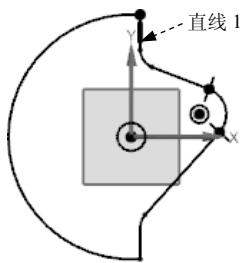
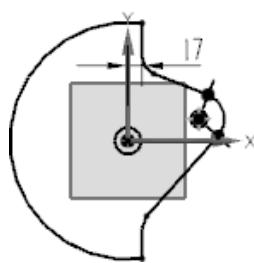

图 5.12.7 添加标注参考
图 5.12.8 标注水平尺寸
(1) 标注水平尺寸。选择下拉菜单 $\text{插入}(\text{I}) \rightarrow \text{尺寸}(\text{D}) \rightarrow \text{水平}(\text{H})\dots$ 命令，可标注图 5.12.7 中 Y 轴与直线 1 之间的长度；单击绘图区域中的一点确定标注位置；在弹出的动态输入框中输入尺寸值 17，单击中键，完成效果如图 5.12.8 所示。